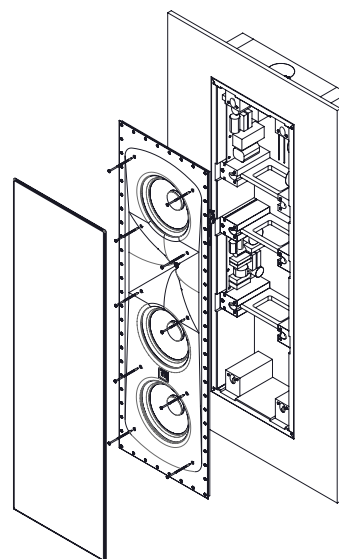

Figure 18
4. Attachez le déflecteur au boîtier arrière avec les dix vis fournies (Figure 18). Commencez par serrer les vis de fixation centrales.